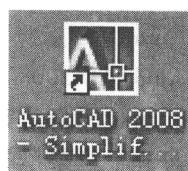

图 1-1 AutoCAD 2008
1) 双击 Windows 桌面上的 AutoCAD 2008 快捷方式图标，如图 1-1 所示。